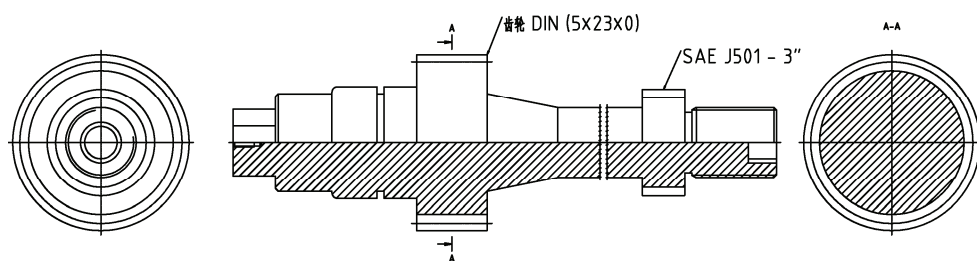

图 11-92 最终图
22) 至此, 该图形已经绘制完成, 如图 11-92 所示。再按〈Ctrl+S〉组合键保存该文件。